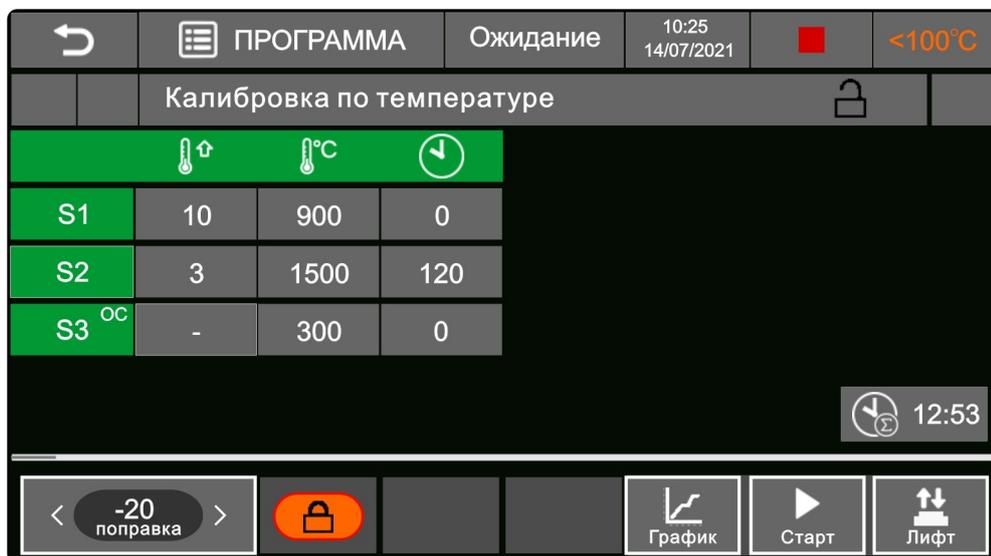

Рис. 34 Калибровка по температуре. Введение поправки.
- 7) Введите величину поправки, предварительно разблокирован поле ввода поправки (см. рис.34)